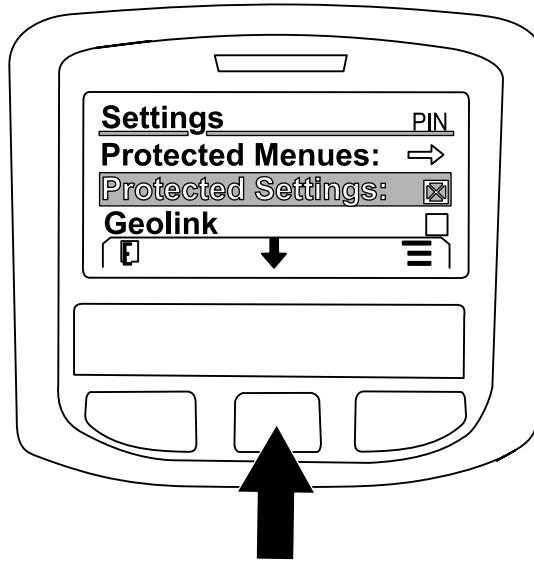

Figura 230
7. Premete il pulsante centrale per navigare all'opzione GEOLINK, poi premete il pulsante destro per impostare l'opzione (Figura 230).